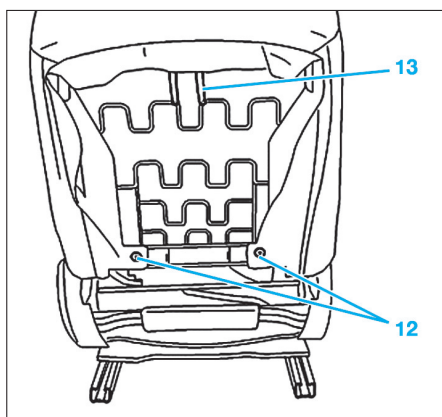

Fig. 20
- Déposer les 2 agrafes (12) (Fig.20).
- Déposer la sangle (13).